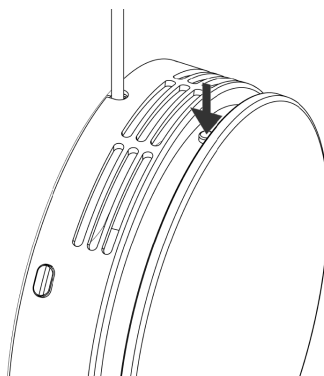

Abbildung 27 - Gerät starten
2. Auf die Taste an der Oberseite drücken, um das AM 50 zu starten, siehe nachstehende Abbildung 27 unten.